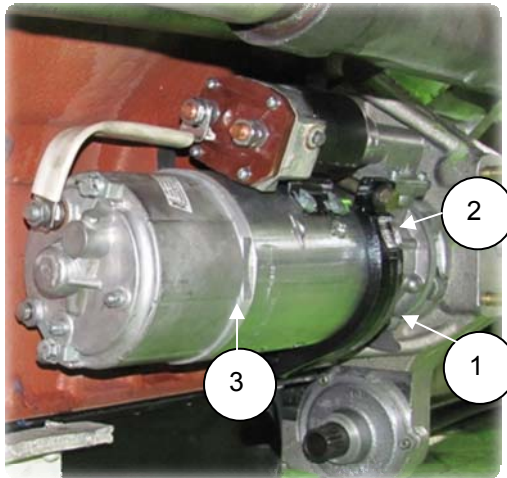

Рис. 2.14
1. Придерживая стартер, снять скобу его крепления (1) (240-3708721), отвернув болт М14 (2) (S=19) (рис. 2.14);
2. Снять стартер (3) (25623708), вытаскив его из гнезда картера маховика (рис. 2.14).